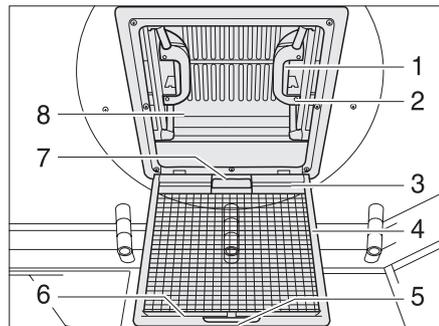

Fig. 32 Lanterneau à pousoirs
- ▶ Tirer sur la poignée (Fig. 32,5).
- ▶ Rabattre la moustiquaire (Fig. 32,4) vers le bas.
- ▶ Appuyer sur le verrou (Fig. 32,1) vers l'intérieur du lanterneau (Fig. 32,8).
- ▶ Pousser le lanterneau simultanément vers le haut par la poignée (Fig. 32,2).
- ▶ Faire basculer la moustiquaire (Fig. 32,4) vers le haut jusqu'à ce qu'elle s'enclenche.
- ▶ Tirer fortement le lanterneau (Fig. 32,8) vers le bas par les deux poignées (Fig. 32,2) jusqu'à ce que les deux verrous (Fig. 32,1) s'encliquettent.
- ▶ Tirer le store occultant par la poignée (Fig. 32,7) et accrocher la barre d'accrochage (Fig. 32,3) dans la barre de retenue (Fig. 32,6) de la moustiquaire.
- ▶ Détacher la barre d'accrochage (Fig. 32,3) de la barre de retenue (Fig. 32,6) et laisser revenir lentement le store occultant.